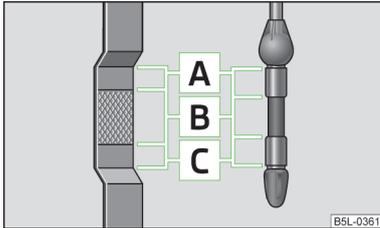

Fig. 99
La jauge d'huile indique le niveau d'huile moteur fig. 99.
- Le niveau ne doit jamais dépasser la zone **A** fig. 99. Risque d'endommagement du système d'échappement !